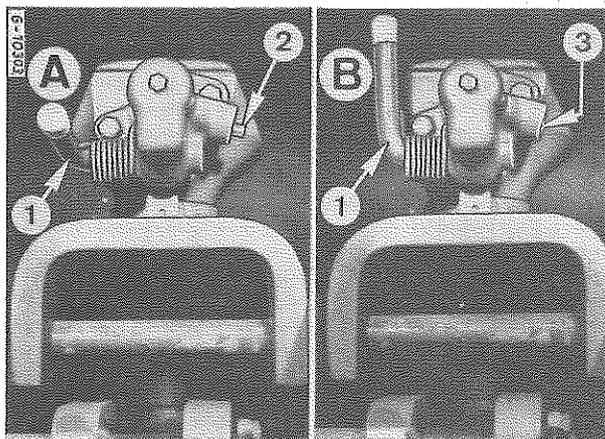

Figure 34 - Crochet d'attelage automatique.
IMPORTANT : Lorsque vous attelez une remorque, assurez-vous que la cheville témoin est complètement rentrée, (3) Fig. 34.